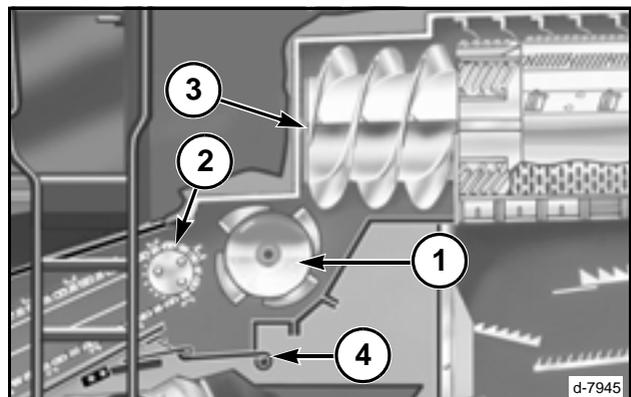

FIG. 157
FIG. 157: El batidor delantero (1) acelera la cosecha desde la oruga (2) desde el alimentador hasta el área interna del rotor (3) alimentándolo en toda su circunferencia. El batidor delantero también posee trampa para piedras y objetos extraños para la caja de piedras (4).